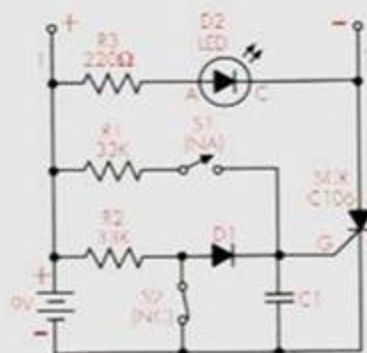

Figura 1. Diagrama esquemático
- 1 • Arme en el protoboard el circuito que aparece en el diagrama esquemático (figura 1). Puede usar como guía el diagrama pictórico. Recuerde que puede montar los componentes en cualquier orden, a excepción de la batería, la cual debe conectarse de último.